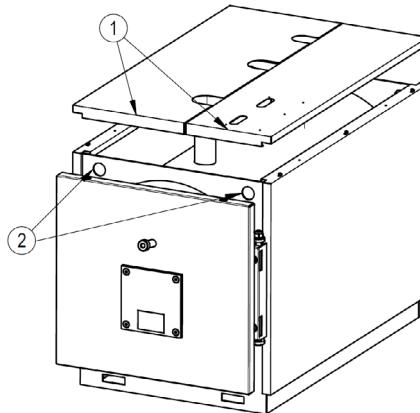

fig. 5
5.2.1 Para modelos MEGAPREX 92N÷600N (Fig. 5)